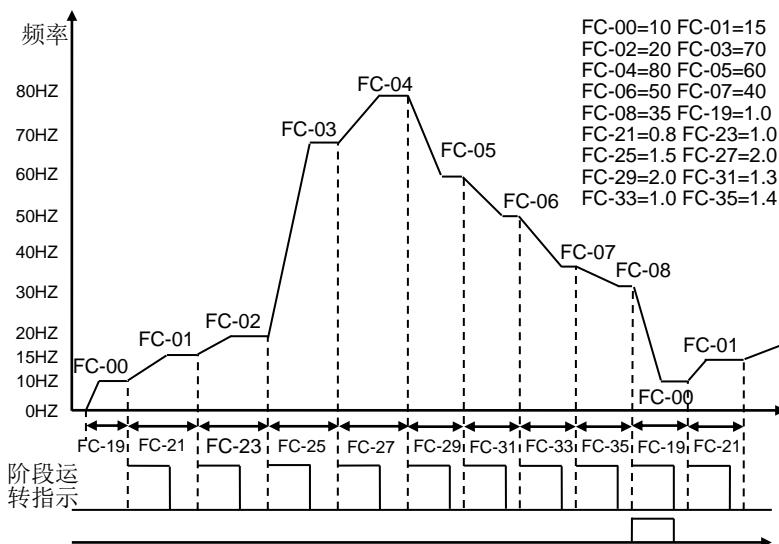

图 6-41B
- 动作说明：**如图 6-41B 所示，当 F0-02=1、F0-16=2、F0-17=9 时，按下 RUN 键，驱动器便开始运行，直到 FC-08 运行完成后又自动跳至第一段继续运行，直到按下 STOP 键停止为止。